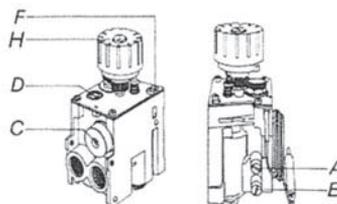

Abb. 28
8.3.1.1 Düsendruck entsprechend der Einstelltabelle mit der Reglerschraube **C** (Abb.28) einstellen.
8.3.3.1 Kleinstelldüse **D** (Abb.28) in der Gasarmatur durch die für die Gasart geforderte Kenngröße (siehe technische Daten) ersetzen und bis zum Anschlag einschrauben.
Reglerschraube C (Abb. 28) bis zum Anschlag bzw. einem hörbaren Klicken einschrauben.